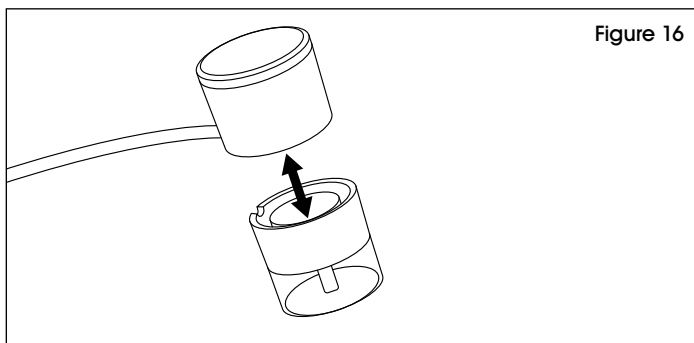

Figure 16
4. En tirant des deux mains, séparez la partie inférieure transparente de la scelleuse portable et la poignée supérieure. (Voir Figure 16)